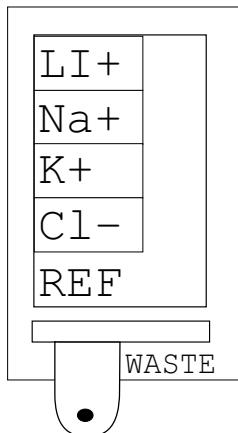

Figura 92 **Ordine di collocazione dei diversi elettrodi**
7. Per ricollocare gli elettrodi, premere in basso il tasto giallo e inserire prima l'elettrodo di riferimento, quindi tutti i rimanenti elettrodi, seguendo l'ordine della figura 92.